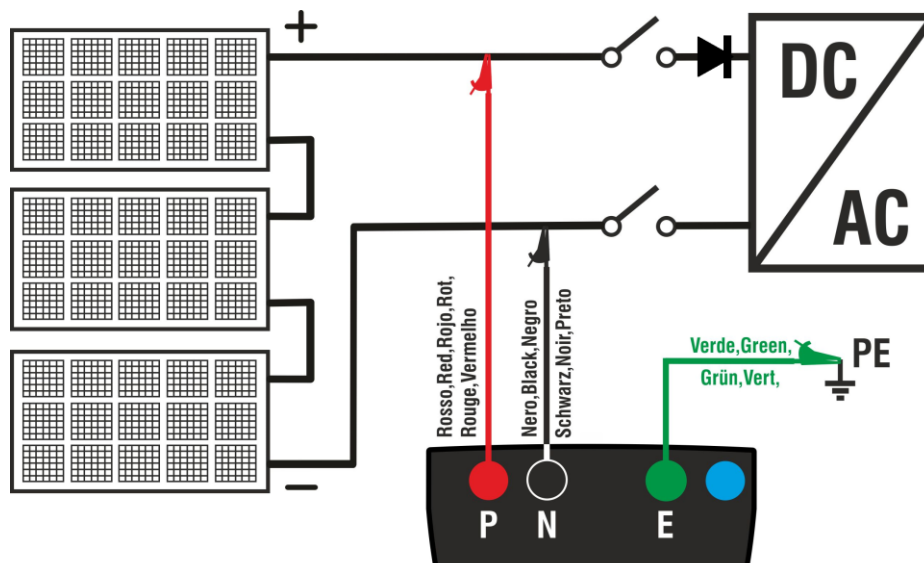

Fig. 8: Ligação de instrumento para medição de isolamento no modo GFL
- Ligue o instrumento ao string PV em teste, conforme mostrado em Fig. 8. **Lembre-se de que quaisquer pára-raios conectados aos cabos string também devem ser desconectados e que é aconselhável realizar a medição a montante de quaisquer diodos de bloqueio**
2. Ligue o instrumento ao string FV em teste, conforme mostrado em Fig. 8